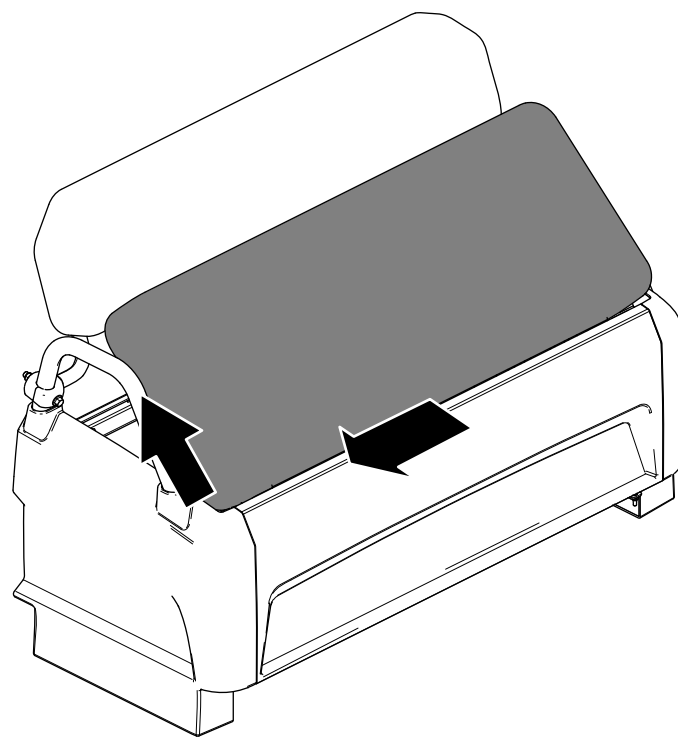

Figura 35
2. Deslize a almofada para o lado, afastando dos pinos, e levante a almofada para cima (Figura 35).